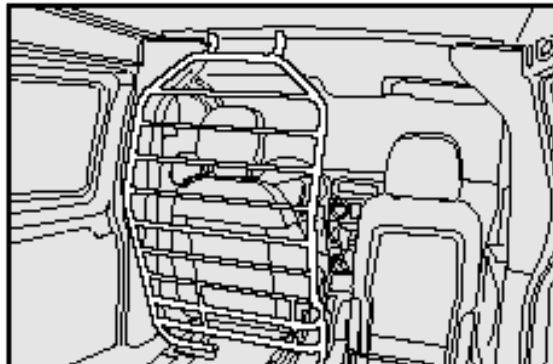

рис. 33
**Лесенка для защиты водителя (где предусмотрено) рис. 33**